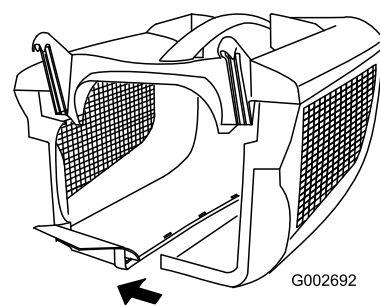

Figura 9
3. Iniziando dal retro, allineate e premete insieme i rimanenti fermi laterali (Figura 9).